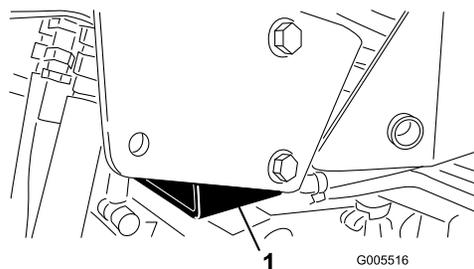

Figura 30
- A destra: sotto il tampone di sollevamento e vicino alla staffa di supporto del ROPS (Figura 30)